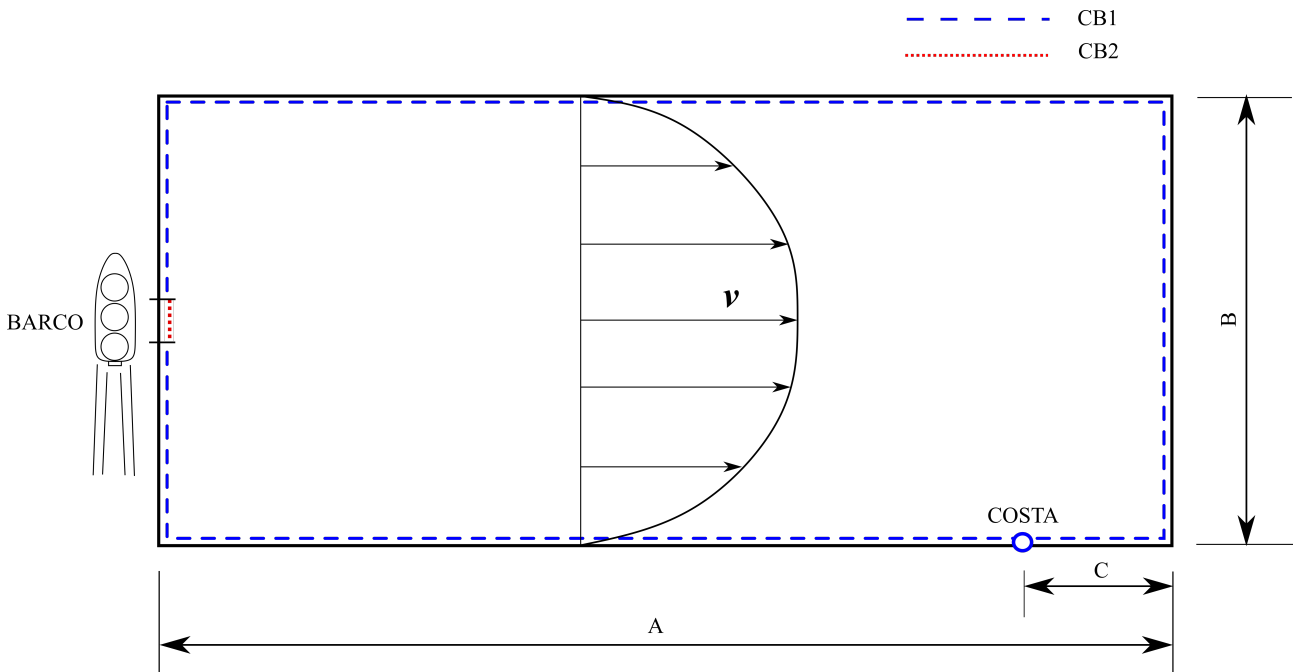

Figura 6: Esquema del cauce del río como dominio de estudio.
2. Considere que  $A = 10$  Km,  $B = 200$  m y  $C = 2$  Km. Discretice y resuelva la ecuación simplificada mediante MDF teniendo en cuenta las condiciones de borde detalladas en el esquema de la Figura 6: